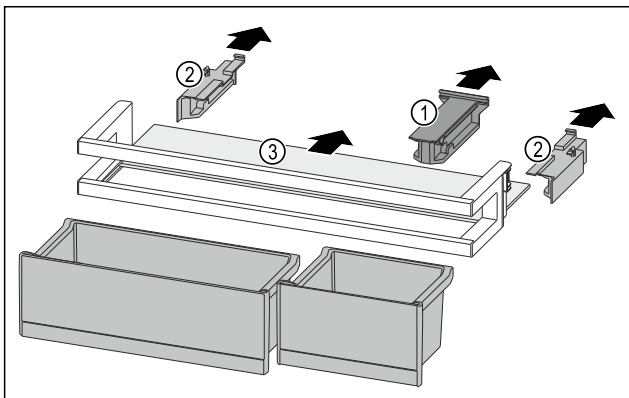

Fig. 88
- Estrarre l'elemento di tenuta Fig. 88 (1).
- Togliere gli elementi laterali Fig. 88 (2).
- Rimuovere il ripiano Fig. 88 (3).